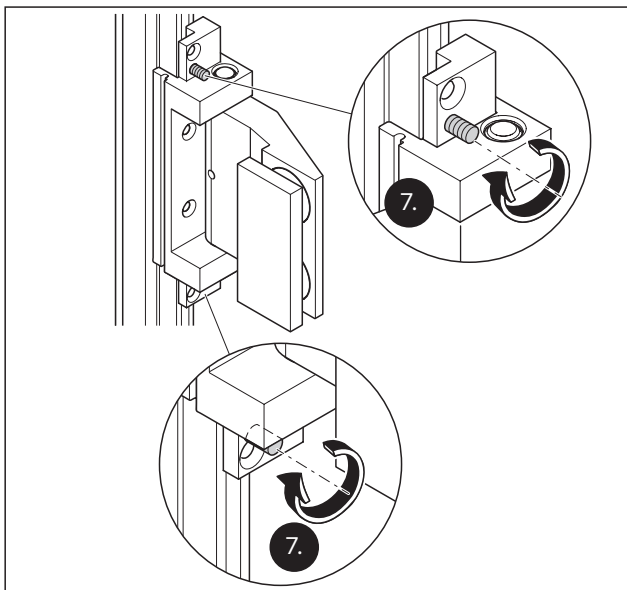

Abb. 36 Die Position des Türbands oben und unten feststellen
7. Zeitgleich mit der oberen und der unteren Stellschraube die Position des Türbands feststellen (Abb. 36).